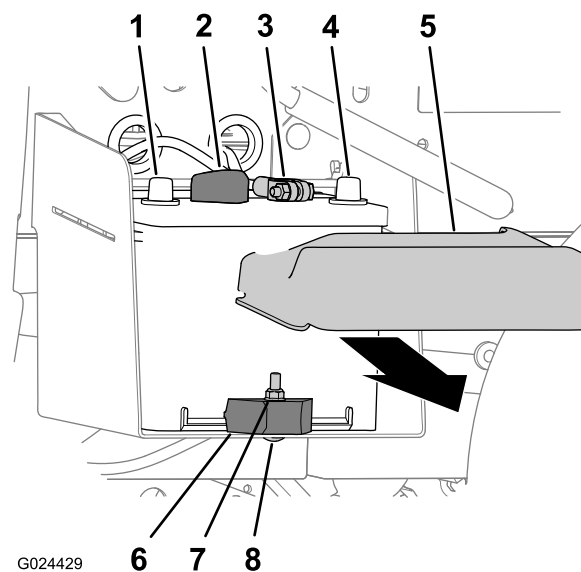

Figura 46
1. Aperte os lados da cobertura da bateria e retire a cobertura da parte superior da bateria (Figura 46).
2. Desligue o cabo negativo da bateria do terminal da bateria (Figura 46).
3. Desligue o cabo positivo da bateria do terminal da bateria (Figura 46).
2. Retire a porca de bloqueio, o parafuso de carroçaria e o grampo da bateria que fixa a bateria ao tabuleiro da bateria (Figura 46).
3. Retire a bateria do tabuleiro da bateria (Figura 46).
1. Alinhe a bateria com o tabuleiro da bateria da máquina (Figura 46).
**Nota:** Certifique-se de que os pólos positivo e negativo da bateria estão alinhados conforme indicado na Figura 46.
2. Fixe a bateria ao tabuleiro da bateria com o grampo da bateria, o parafuso de carroçaria e a porca de bloqueio (Figura 46).
1. Ligue o cabo positivo da bateria ao terminal da bateria (Figura 46).
2. Ligue o cabo negativo da bateria ao terminal da bateria (Figura 46).
3. Coloque a tampa da bateria na parte superior da bateria (Figura 46).